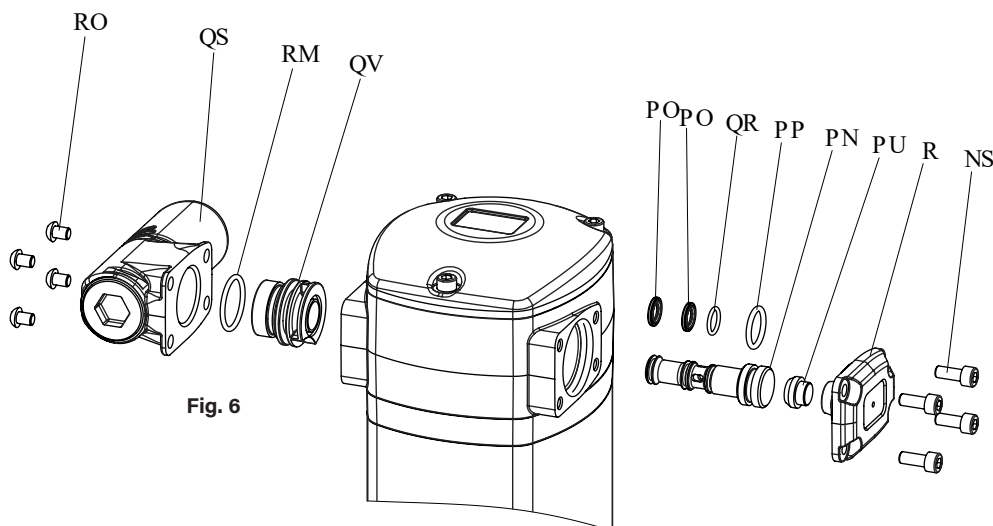

Fig. 6
DISTRIBUIDOR DE AIRE (FIG. 6)
1. Desenrosque los 4 tornillos (16) de la tapa (5) y retírela.
2. Desenrosque los 4 tornillos (52) del silenciador (46) y retírelo junto con la junta (50) y el resonador del silenciador (49).
3. Con ayuda de un útil de plástico, golpeando suavemente la corredera (31) por el lado de su menor diámetro a través del motor (Fig. 6), extraer la corredera (31).
4. Sustituya las juntas de corredera 2x(32), (33) y (45), o bien sustituya la corredera (31) completa con sus juntas ya instaladas de fábrica (kit 833815). Ésta es la opción recomendada para asegurar que las juntas están correctamente instaladas.